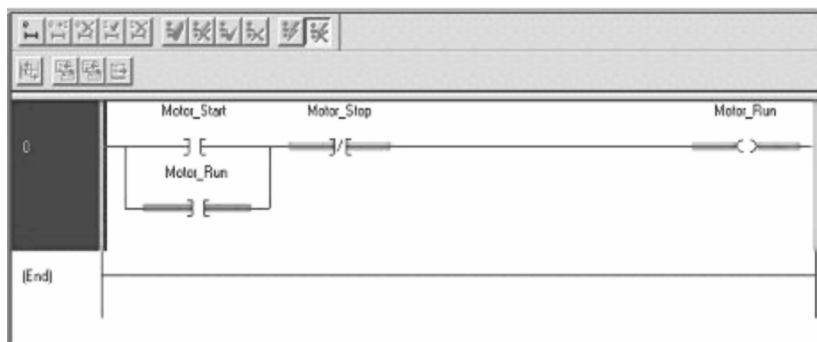

图 7-9 松开 “Motor_Run” 后的梯形图
6. 验证输出 DO0 (Motor_Run)，在释放按钮 DI0 (Motor_Start) 后仍为亮起状态。刚写入的梯形图逻辑是简单的三线控制或者电动机启动/停止制动电路，如图 7-9 所示。